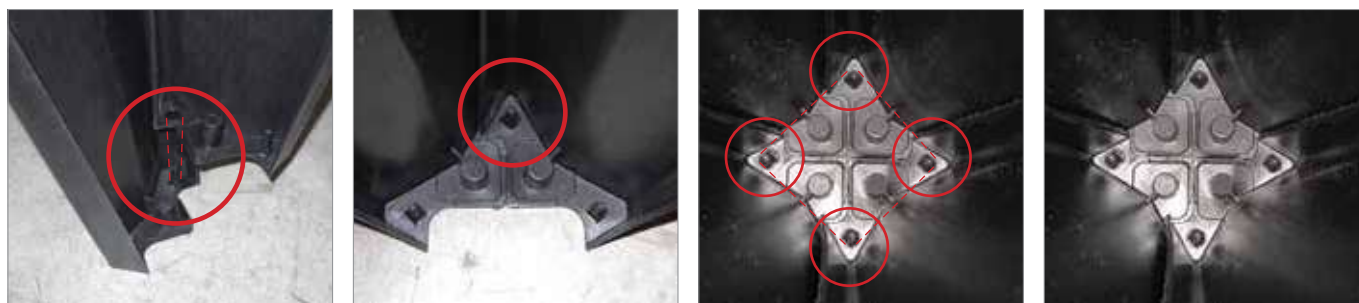

Fig. 3 - Détail de la phase d'enclenchement du système mâle-femelle - Remarquer le parfait scellage du pied.
- 3** Dans l'union en séquence des pièces, il faut faire attention d'encastrer parfaitement l'élément de fixation "mâle-femelle" situé à la base des pieds d'appui (voir séquence photographique - Fig. 3).